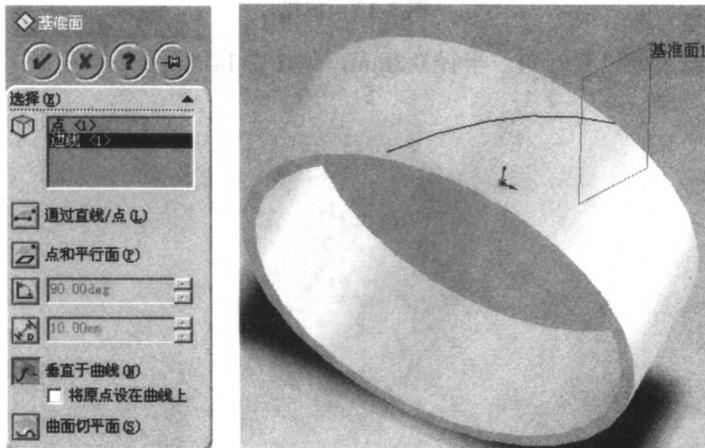

图 2-11 画基准面
- STEP 9** 选取投影曲线，过其端点建一基准面，如图 2-11 所示。